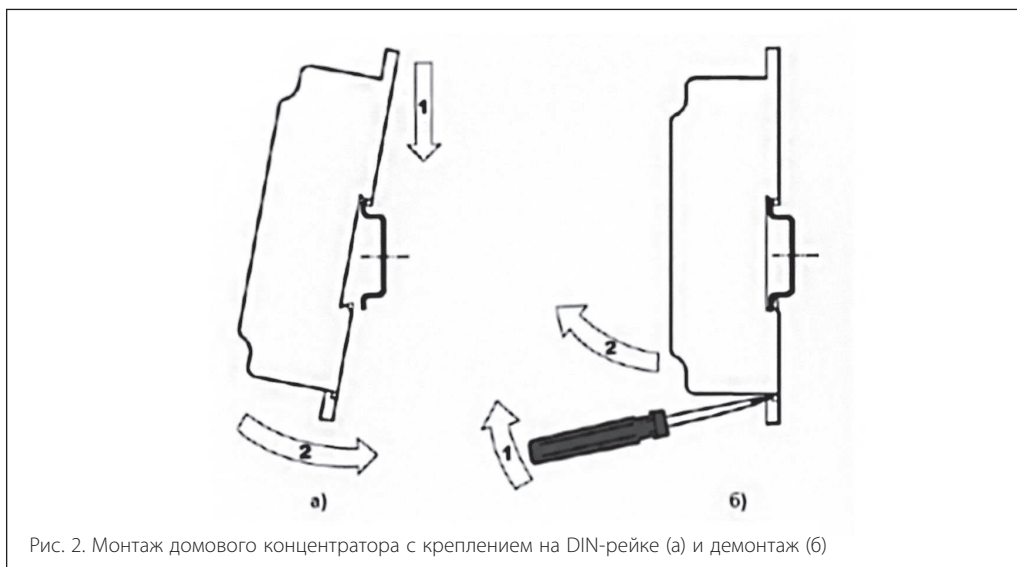

Рис. 2. Монтаж домашнего концентратора с креплением на DIN-рейке (а) и демонтаж (б)
- Приложить домашний концентратор к DIN-рейке, как показано на рис. 2а, и защелкнуть в направлении стрелки 2.
Для снятия домашнего концентратора с DIN-рейки необходимо вставить острие отвертки в прощину защелки (рис. 2б) и отжать защелку по стрелке 1, после чего снять корпус прибора с DIN-рейки по стрелке 2.